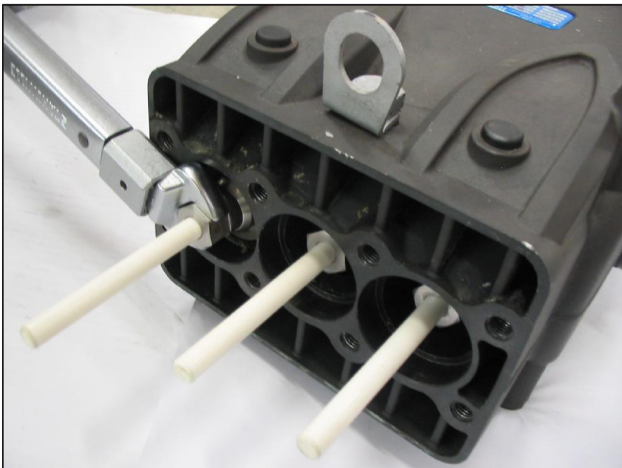
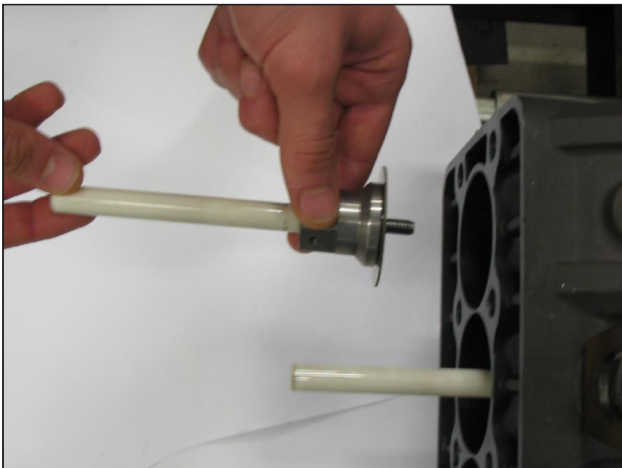

Abb. 28
Abb. 29
- Entfernen Sie die Pumpenelemente mit einem Gabelschlüssel, überprüfen Sie ihren Verschleißzustand, wie in Abb. 28 und Abb. 29 angegeben, und ersetzen Sie diese bei Bedarf.